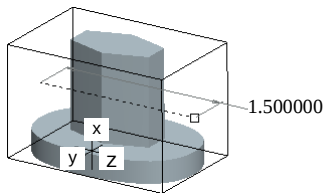

图 9.1.16 设置拉伸比例值后
Step2. 在该界面中选中 ☒ 比例复选框，然后输入拉伸比例值 1.5，并按回车键，此时模型如图 9.1.16 所示。